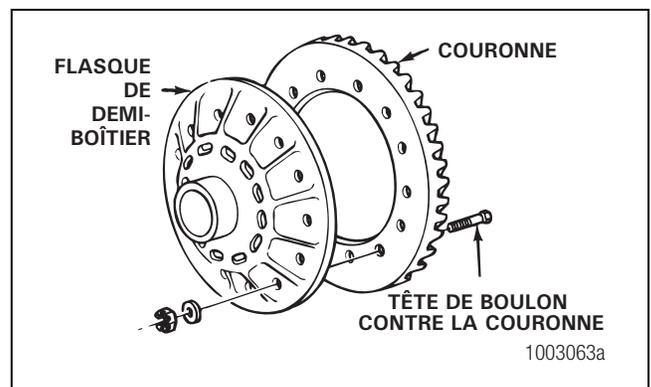

Figure 5.39
5. Poser les boulons, écrous et rondelles fixant la couronne au demi-boîtier de différentiel. Engager les boulons du côté couronne de l'ensemble. Les têtes de boulon doivent s'appuyer contre la couronne. Figure 5.39.